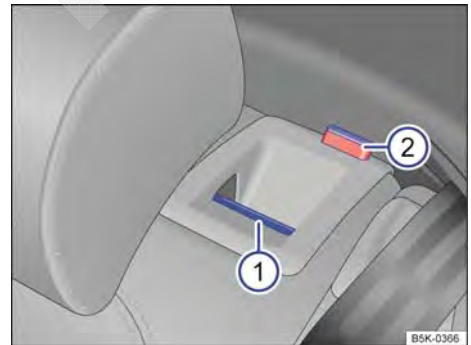

Fig. 107 No encosto do banco traseiro: botão de destravamento ①, marcação vermelha ②.
- Puxar o botão de destravamento → Fig. 107 ① para frente. A parte destravável do encosto do banco traseiro é rebatida automaticamente para frente.
- A respectiva parte de encosto do banco traseiro estará destravada quando uma marcação vermelha → Fig. 107 ② estiver visível.
O encosto do banco traseiro estará destravado quando a marcação vermelha → Fig. 107 ② estiver visível.
- A marcação vermelha → Fig. 107 ② não pode mais estar visível.
- Uma marcação vermelha → Fig. 107 ② sinaliza um encosto do banco traseiro não encaixado. Verificar sempre se a marcação vermelha não estará visível quando o encosto do banco traseiro estiver na posição ereta.